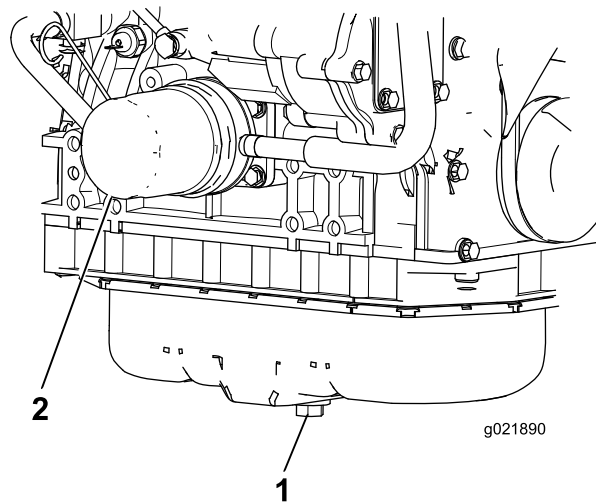

図 72
1. ドレンプラグ (図 72) を外してオイルを容器に受ける。オイルが完全に抜けたらドレンプラグを取り付ける。
2. オイルフィルタ 図 72 を外す。新しいフィルタのシールに薄くエンジンオイルを塗って取り付ける。締めすぎないように注意すること。